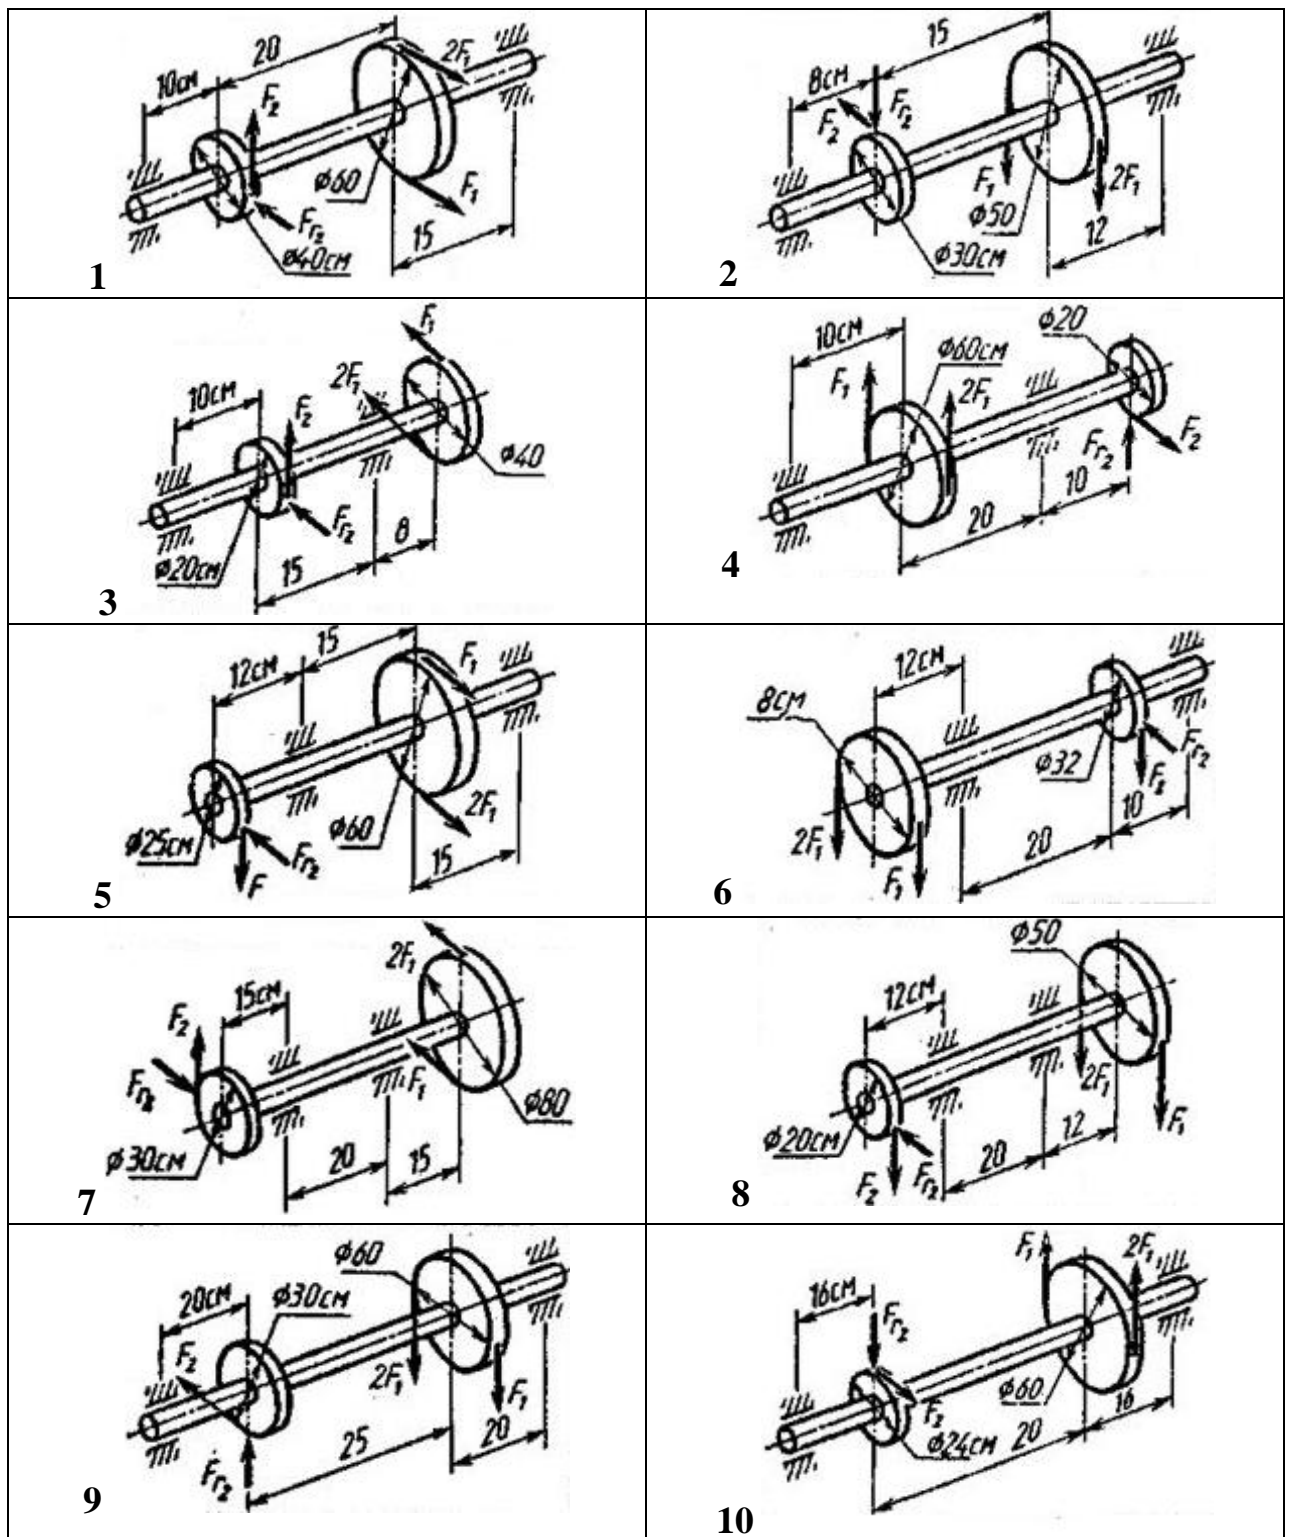

Рис. 13 - Схема задачи
*Задание:* Из условия прочности рассчитать необходимый диаметр бруса круглого сечения. На брус установлено два колеса. На колеса действуют окружные и радиальные силы. Диаметры колес известны (рисунок 13).